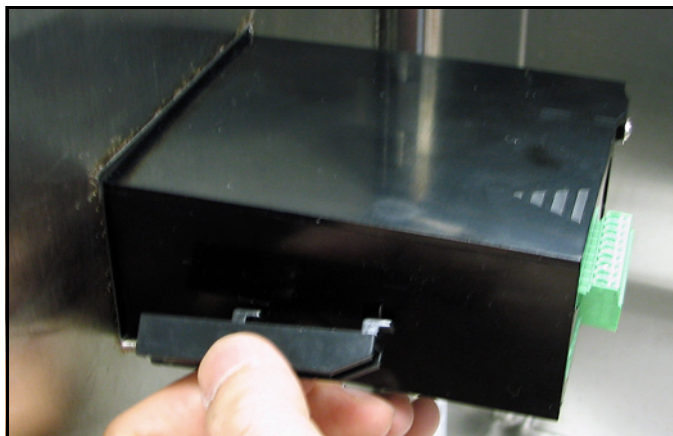

Рисунок 12: Установка монтажных кронштейнов
4. Сзади панели вставьте монтажные кронштейны в имеющиеся боковые отверстия (см. *Рисунок 12* ниже).